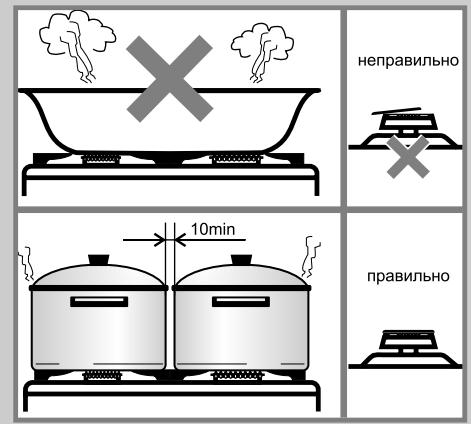

Рис.24
- Запрещается устанавливать на решетки какие-либо дополнительные рассекатели пламени и пользоваться горелками со смещёнными крышечками (рис. 24). Это приведет к неполному сгоранию газа, а также может привести к разрушению стеклянной варочной панели или необратимому ухудшению внешнего вида варочной панели из нержавеющей стали.